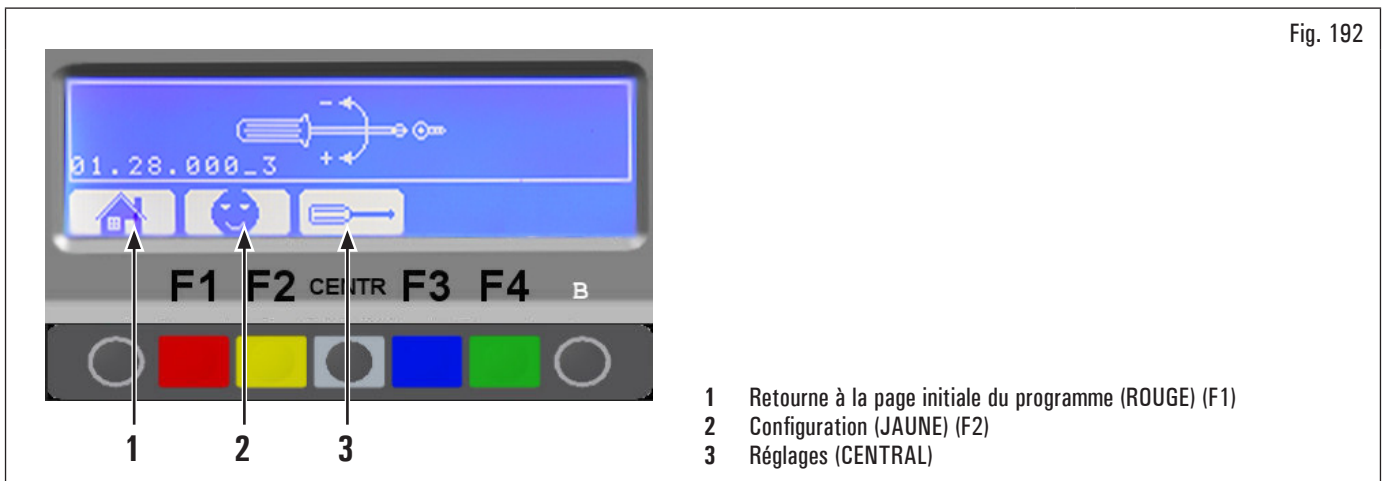

Fig. 192
Introduire le mot de passe F1-F2-CENTR-F3, le programme affiche l’image représentée à la Fig. 192 :
- 4 Retourne à la page-écran de Fig. 192 (ROUGE) (F1)
- 3 Retourne à la page-écran de Fig. 192 (ROUGE) (F1)
Introduire le mot de passe F1-F2-CENTR-F3 pour accéder à la page-écran « configuration client » (voir Fig. 192).